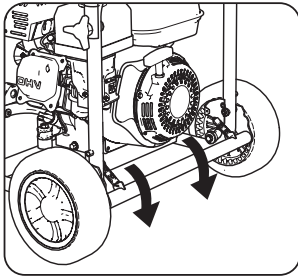

Abb. 7
- Blockieren Sie die Transporträder mit der Radbremse. (Abb. 7)